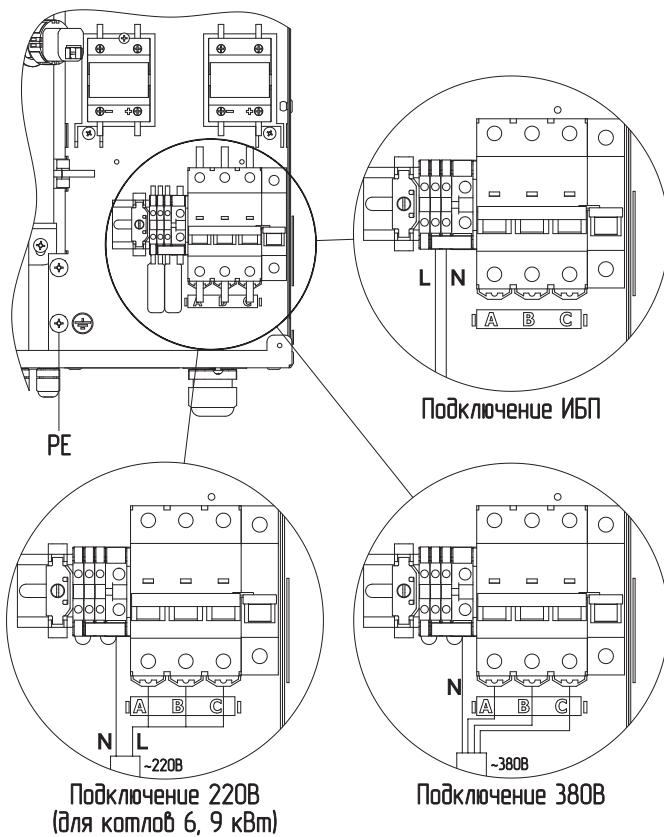
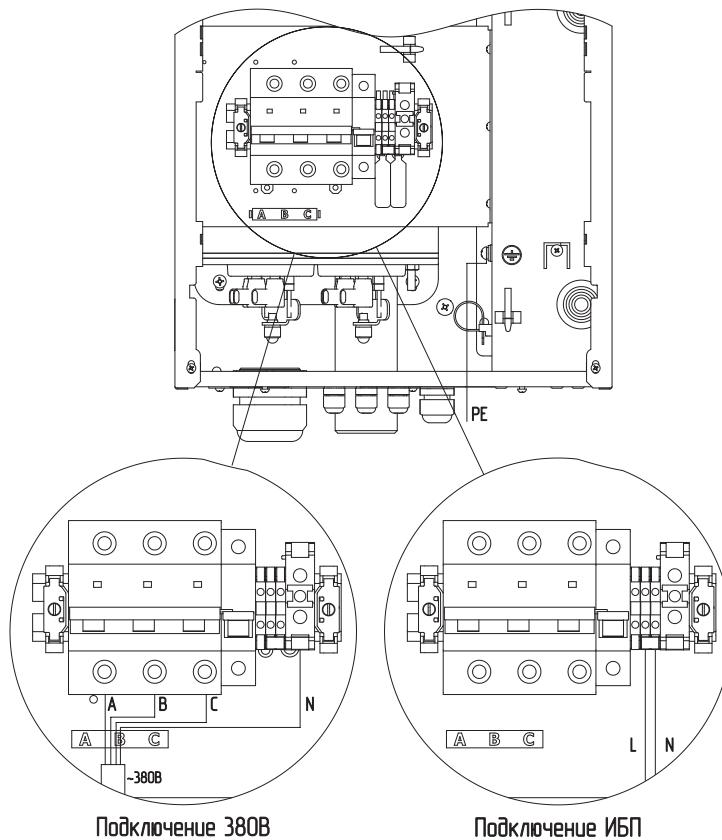

Рис.7 Схема подключения электрического котла ZOTA SOLID-X 6-24 кВт
Рис.8 Схема подключения электрического котла ZOTA SOLID-X 30-60 кВт
- извлечь перемычки (**Рис.7, Рис.8, Рис.9, Рис.10, поз.1**);
- подключить провода фазы «L» к колодке (**Рис.7, Рис.8, Рис.9, Рис.10, поз.2**);
- подключить провода нейтрали «N» к колодке (**Рис.7, Рис.8, Рис.9, Рис.10, поз.3**).